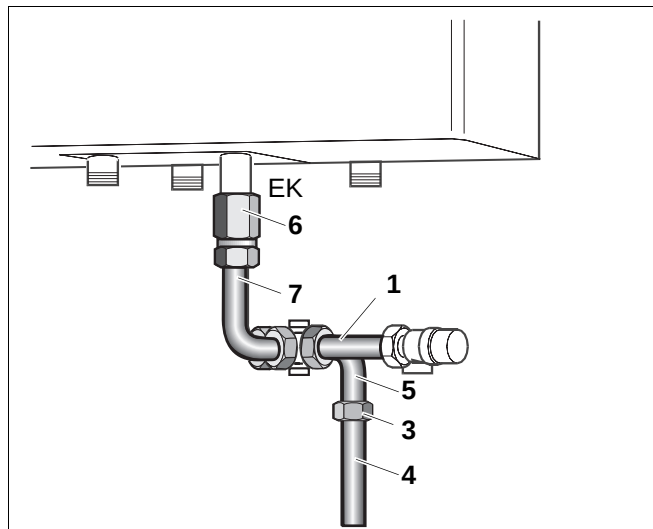
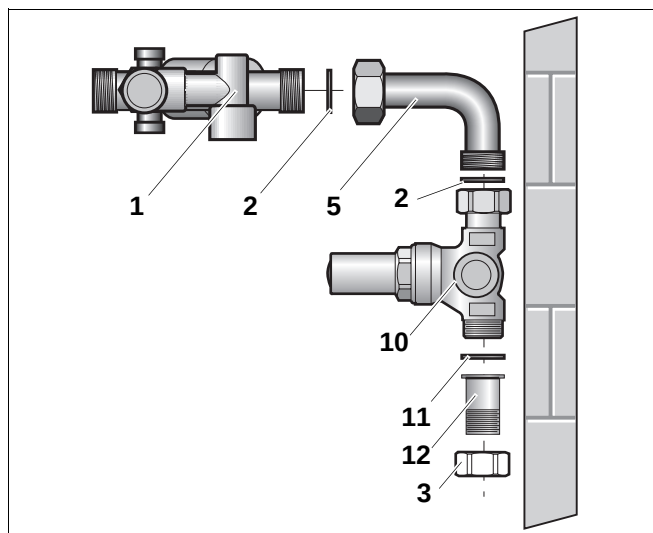

Abb. 26 Sicherheitsgruppe
Abb. 27 Druckminderer U-DM
- Sicherheitsgruppe (Abb. 26, Pos. 1) an den kurzen Wellenschlauch (Abb. 26, Pos. 7) mit Dichtung (Kaltwasseranschluss) anschrauben.
- Winkel mit Überwurfmutter (Abb. 26, Pos. 5) und Dichtung an Sicherheitsgruppe anschrauben.
- Schraubnippel R $\frac{1}{2}$ x 122 mit Überwurfmutter (Abb. 26, Pos. 3 + 4) in den Kaltwasseranschluss eindichten.
- Schraubnippel (Abb. 26, Pos. 4) mit Dichtung (Abb. 1, Pos. 2) und Überwurfmutter (Abb. 26, Pos. 3) an Winkel (Abb. 26, Pos. 5) anschrauben.
Der Druckminderer (Abb. 27, Pos. 10) wird anstelle des Schraubnippels (L = 122 mm) (Abb. 26, Pos. 4) vor der Sicherheitsgruppe (Abb. 27, Pos. 1) eingebaut. Auf der Eingangsseite wird die Überwurfmutter (Abb. 26, Pos. 3) der Sicherheitsgruppe verwendet.
- Druckminderer mit Überwurfmutter (Abb. 27, Pos. 10) und Dichtung (Abb. 27, Pos. 2) an den Winkel (Abb. 27, Pos. 5) anschrauben.
- Schraubnippel mit Überwurfmutter (Abb. 27, Pos. 12) in den Kaltwasseranschluss eindichten.
- Kurzen Schraubnippel (Abb. 27, Pos. 12) mit Überwurfmutter (Abb. 27, Pos. 3) und Dichtung (Abb. 27, Pos. 2) an den Druckminderer anschrauben.